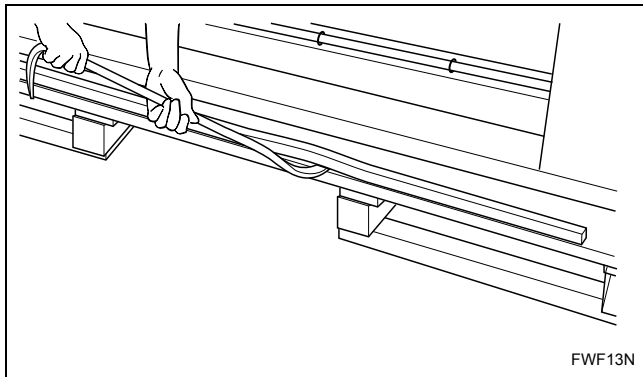

Figure 5
3. Utiliser un levier afin de retirer la butée en bois de la palette. Se reporter à la *Figure 5*.